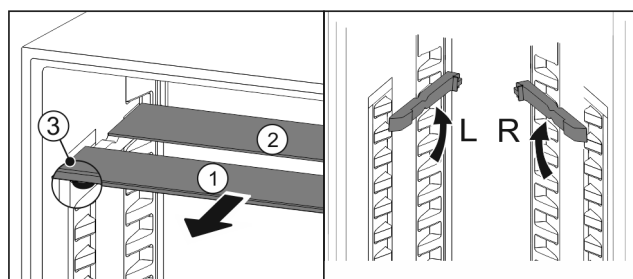

Fig. 45
- Wyciągnąć Fig. 45 (1) pojedynczo półki szklane do przodu.
- ▷ Płyta szklana Fig. 45 (1) z listwą ozdobną znajduje się z przodu.
- ▷ Stopery Fig. 45 (3) wskazują w dół. Urządzenia z komorą zamrażalnika*